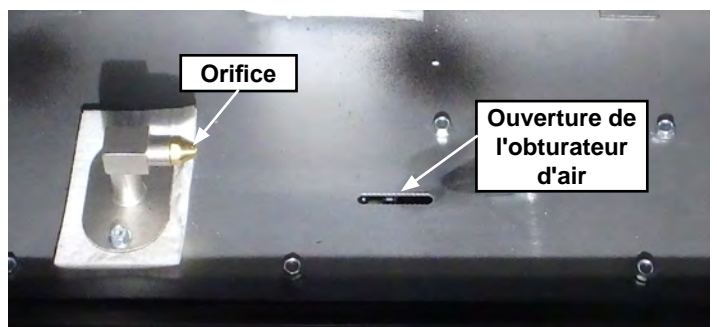

Figure 20.6.05:
**Note :** Il est plus facile d'installer le brûleur à hauteur des yeux, car le tube mélangeur doit être placé au-dessus de l'orifice et la tige sur l'obturateur d'air doit tomber par l'ouverture dans le fond du foyer (voir **Figure 20.6.05**).